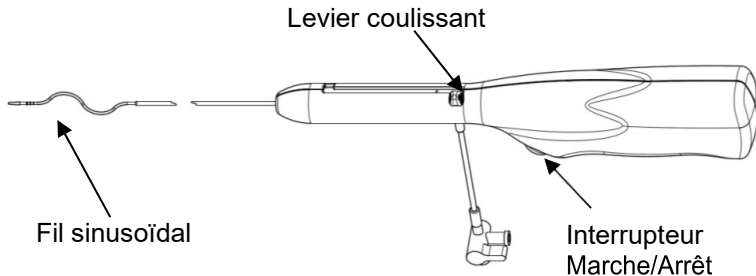

Figure 2
2. Extraire le système de thrombectomie rotationnelle CLEANER XT™ de son emballage. Appuyer sur l'interrupteur MARCHE/ARRÊT pour vérifier que le fil sinusoïdal tourne librement (voir la Figure 2). Relâcher l'interrupteur pour arrêter la rotation. **Précaution : ne pas utiliser le dispositif s'il ne se met pas en marche immédiatement après avoir appuyé sur l'interrupteur, ou s'il ne s'arrête pas immédiatement lorsque l'interrupteur est relâché.**